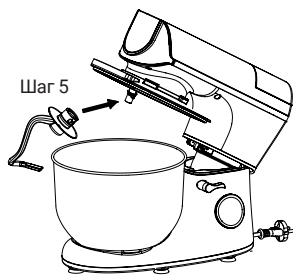
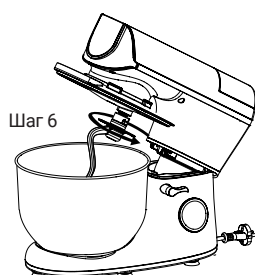

рис. 4
рис. 5
4. Прикрепите к шпинделю нужную насадку, надавите и поверните её до фиксации (Рис. 4 и Рис. 5).